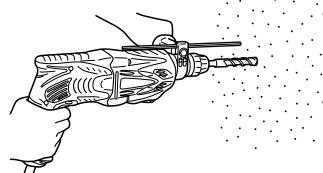

Fig. 8
- (1) Montar la broca.
- (2) Presionar el interruptor de gatillo después de poner la punta de la broca en la posición para taladrar. (Fig. 8)
- (3) No es necesario presionar con fuerza la broca. Presionar ligeramente la broca de forma que el polvo producido al taladrar salga al exterior gradualmente.
- **Cuando la broca toque una barra de hierro de construcción se detendrá inmediatamente y el martillo perforador tenderá a girar. Por lo tanto, sujetar el mango lateral y sostenerlo firmemente como se ilustra en la Fig. 8.**